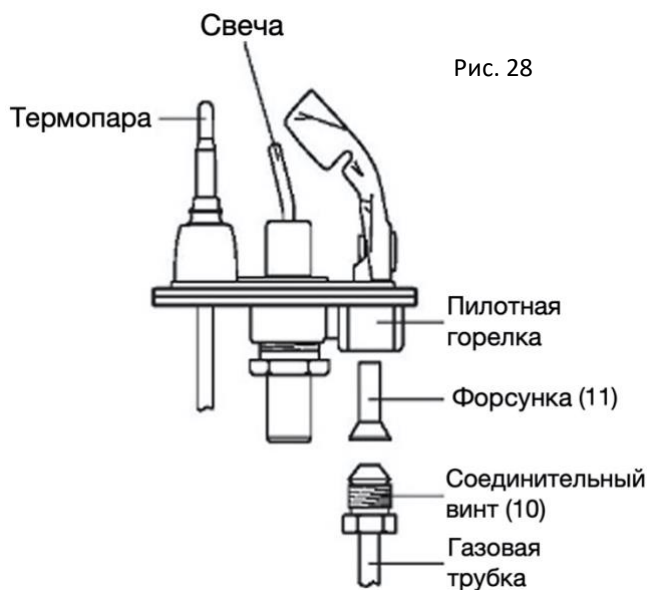

Рис. 28
- Отвинтите винт зажигалки (Рис. 28), извлеките старое сопло и установите новое